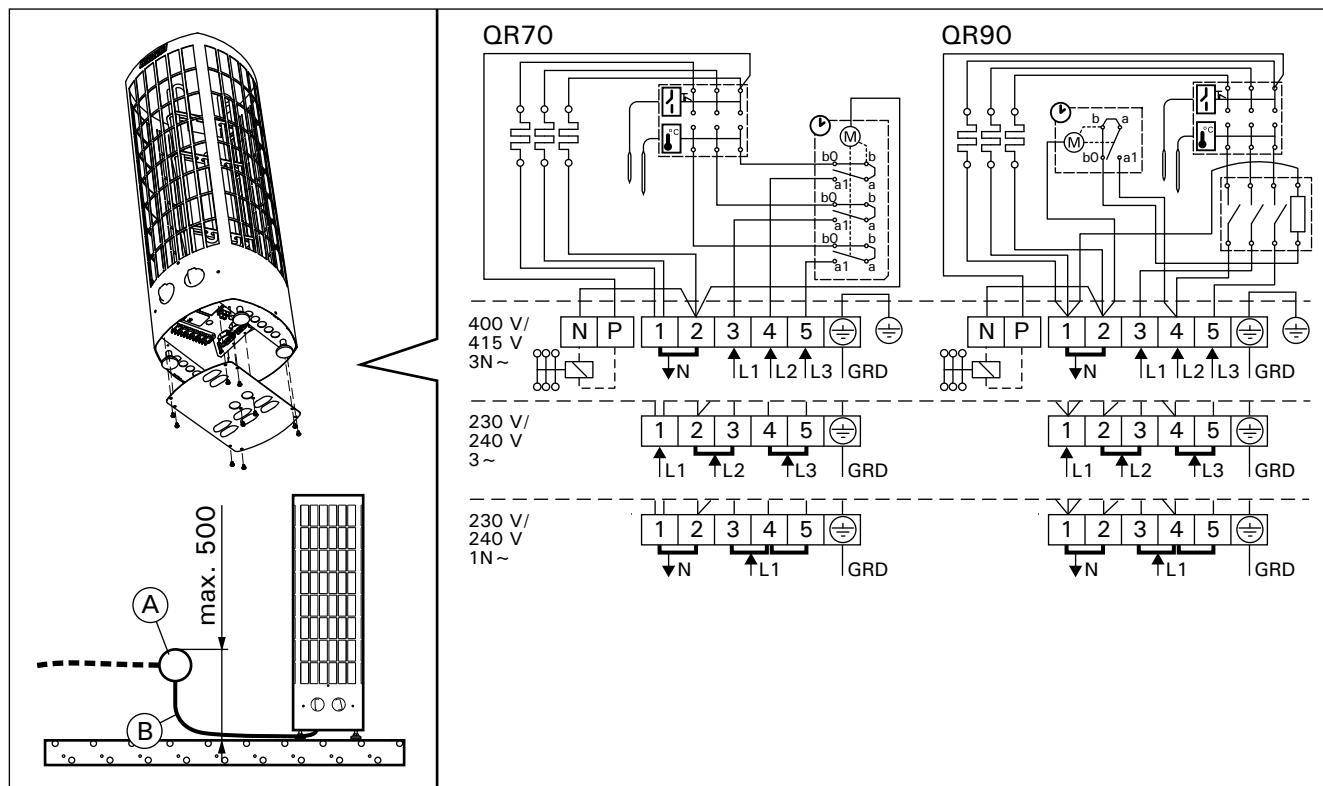

Рисунок 7. Электромонтаж
- Каменка гибким проводом подсоединяется к соединительной коробке (рис. 7: А) на стене сауны. Соединительная коробка должна быть брызгозащищенной и находиться на расстоянии не более 500 мм от пола.
- В качестве кабеля (рис. 7: В) следует использовать резиновый кабель типа HO7RN-F или подобный.
- Кроме клемм питания каменки QR оснащены также клеммой (P), которая делает возможным управление электрическим нагревом (рис. 7). Управляющее напряжение передается от каменки, когда она включена. Кабель управления электронагревом подводят прямо к соединительной коробке каменки и дальше с помощью резинового кабеля, равного по сечению соединительному кабелю, к клеммнику.